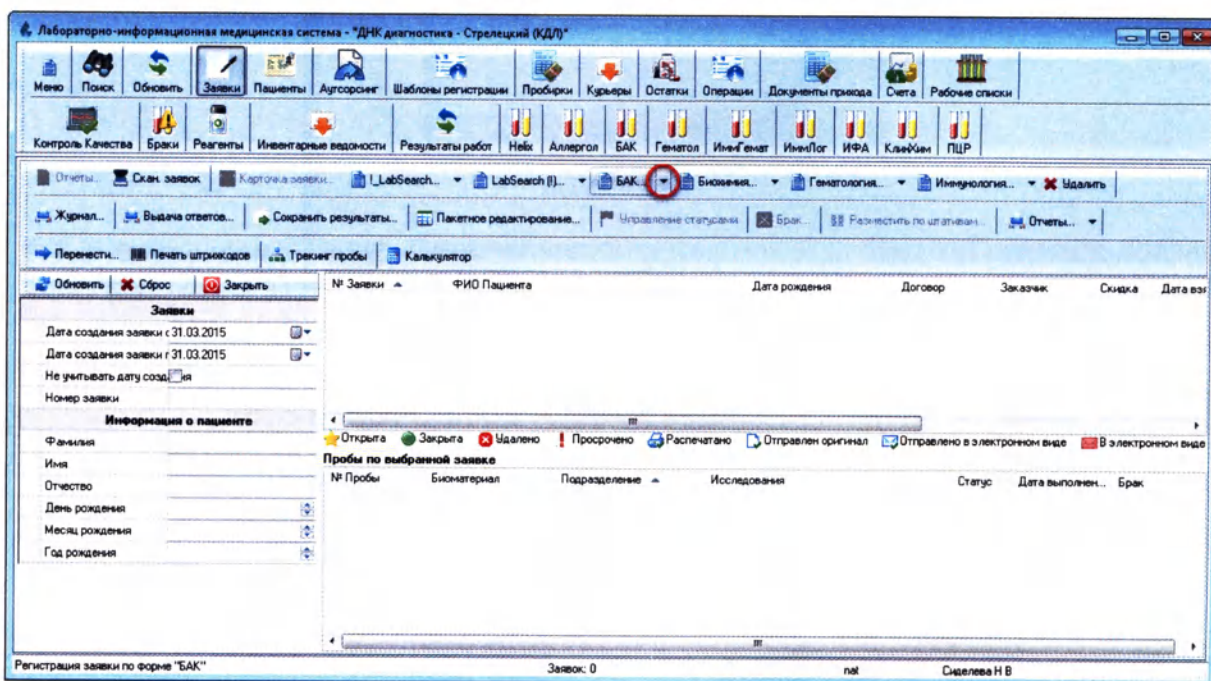

Рисунок 2.86
1. В журнале «Заявки» нажмите кнопку «Стрелка» напротив необходимой регистрационной формы, как показано на рисунке ниже (Рисунок 2.86):